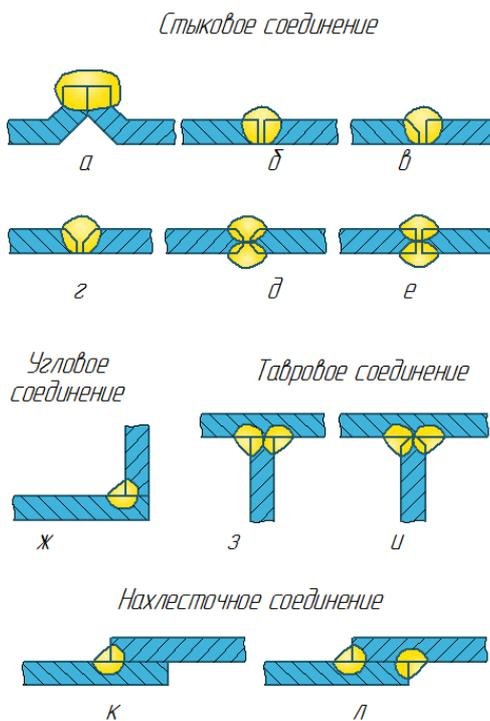

Рисунок 5 — Виды сварных швов
- стыковое, обозначаемое буквой С (Рисунок 5, а-е);
- угловое, обозначаемое буквой У (Рисунок 5, ж);
- тавровое, обозначаемое буквой Т (Рисунок 5, з, и);
- нахлесточное, обозначаемое буквой Н (Рисунок 5, к, л);
Кромки свариваемых деталей могут быть подготовлены: с отбортовкой (Рисунок 5, а), без скосов (Рисунок 5, б, е, ж, к), со скосом одной кромки (Рисунок 5, в), со скосом обеих кромок (Рисунок 5, г), с двумя симметричными скосами одной кромки (Рисунок 5, д, и) и др.
Шов может быть односторонний (Рисунок 5, а, б, в, г, ж, к) и двусторонний (Рисунок 5, д, е, з, и, л).